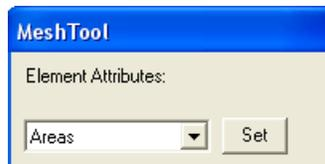

Рисунок 101. Первая сверху секция окна *MeshTool*
Для установки атрибутов элементов (в частности, материалов) необходимо воспользоваться раскрывающимся списком *Element Attributes* первой секции *MeshTool* (Рисунок 101):
- Устанавливаем пункт *Areas* в раскрывающемся списке *Element Attributes* первой сверху секции диалогового окна *MeshTool* (Рисунок 101).